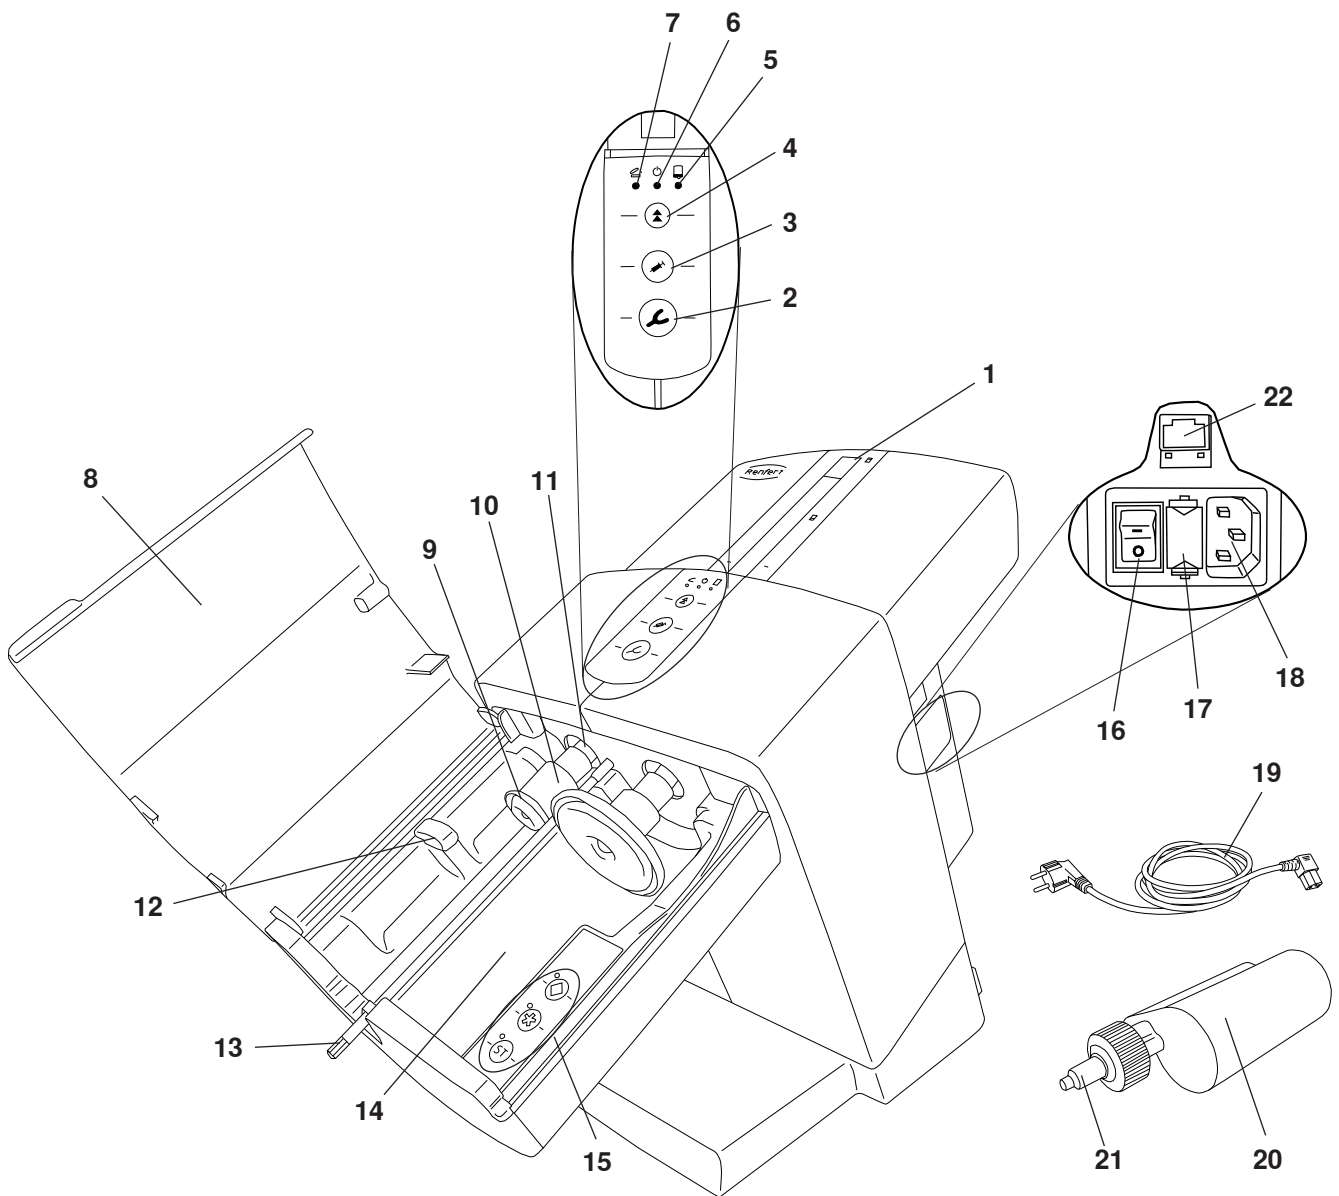

图 1
- ⇒ 将随附的电源线（图 1 中的 19）连接到电源接口插座（18）。
- ⇒ 关闭机器盖（图 1 中的 8）。
- ◆ 压力盘（图 1 中的 9）缩回到其停止位置。
仅当两个压力盘（图 1 中的 9）都在其原始位置时才能安装或更换材料盒。
⇒ 关闭机器盖（图 1 中的 8）。
⇒ 打开机器盖（图 1 中的 8）。
只有正确安装材料盒之后，机器盖才会关闭。在正确关闭机器盖之前，红色的“机器盖打开”LED 指示灯（图 1 中的 7）将一直保持点亮状态。